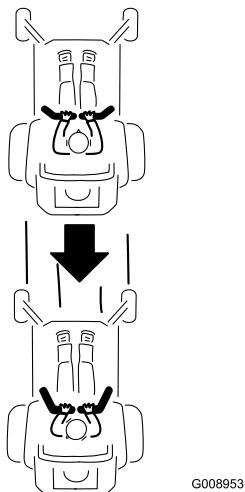

Figura 15
2. Per procedere in retromarcia, guardatevi indietro e verso il basso man mano che tirate lentamente all'indietro le leve di controllo del movimento (Figura 15).
Per spostarvi in linea retta, applicate una pressione identica su entrambe le leve di controllo del movimento (Figura 15).